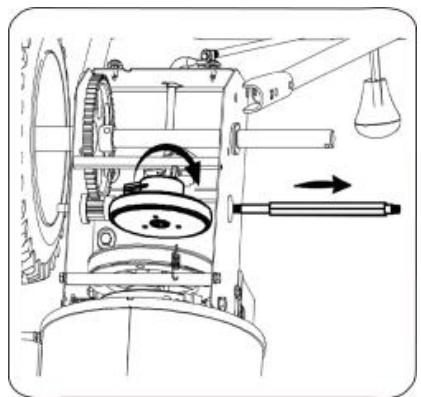

Рисунок 33
**ПРИМЕЧАНИЕ:** Если проводится замена фрикционного колеса в сборе, утилизировать изношенную деталь и надеть новое колесо на шестигранный вал. Либо, выполнить указанные выше действия для фрикционного колеса и заменить только резиновое кольцо следующим образом(см. рис. 33).